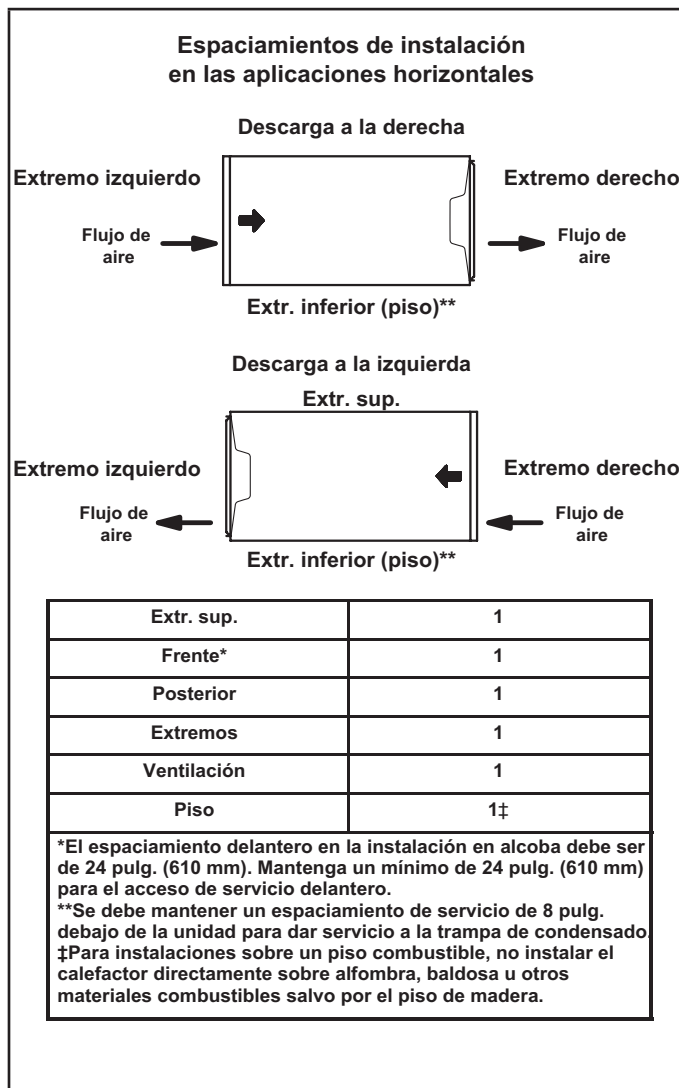

FIGURA 17
El calefactor EL195UHNEK se puede instalar en aplicaciones horizontales con descarga de aire a la derecha o a la izquierda. Consultar la FIGURA 17 con respecto a los espaciamientos en aplicaciones horizontales
- 1 - Seleccione la ubicación de la unidad teniendo en cuenta el espaciamiento de servicio y otros espaciamientos necesarios. Ver FIGURA 17.